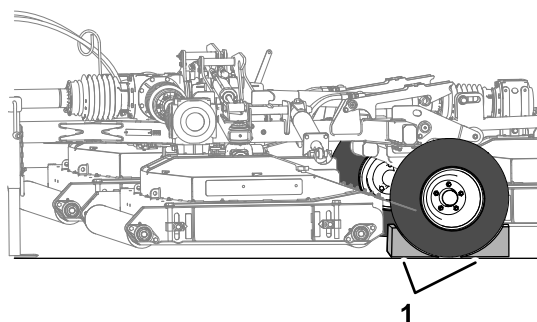

Рисунок 24
7. Заблокируйте колодками оба колеса газонокосилки (Рисунок 24).